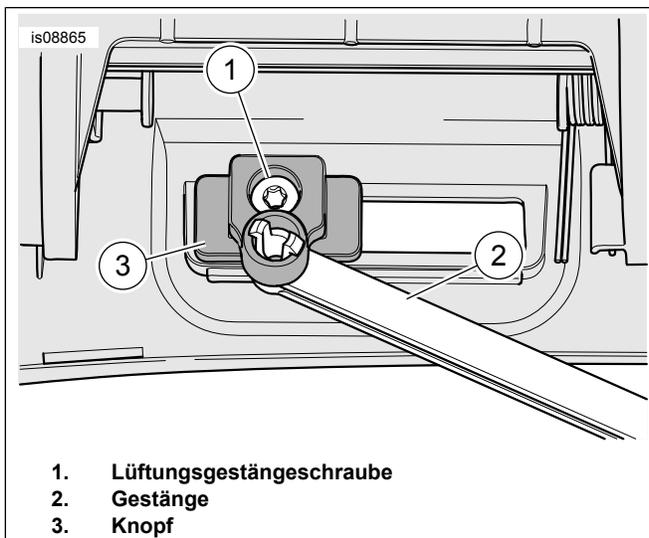

Abbildung 4. Lüftungsgestängeschraube
4. Siehe Abbildung 4 >. Die Schraube (1) entfernen. Gestänge entfernen (2). Auf der neuen Gehäusevorderseite befestigen. Festziehen.